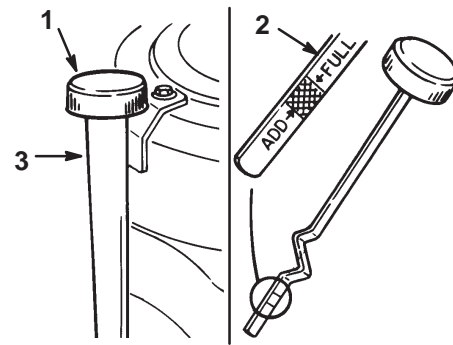

Bild 18
3. Reinigen Sie den Bereich um den Ölpeilstab herum (Bild 18), damit kein Schmutz in den Einfüllstutzen gelangen und so den Motor beschädigen kann.
4. Schrauben Sie den Ölpeilstab los und wischen das Metallende ab (Bild 18).
5. Schrauben Sie den Ölpeilstab vollständig in das Einfüllrohr (Bild 18). Schrauben Sie den Peilstab wieder los und kontrollieren das Metallende. Gießen Sie, wenn der Ölstand zu niedrig ist, nur so viel Öl langsam in das Einfüllrohr, dass der Ölstand die Voll-Marke erreicht. Ziehen Sie den Peilstab an.
7. Gießen Sie ca. 80% der angegebenen Ölmenge langsam in das Einfüllrohr (Bild 18). Kontrollieren Sie den Ölstand; siehe Prüfen des Ölstands, Seite 21. Gießen Sie langsam weiteres Öl ein, um den Ölstand bis zur Voll-Marke am Peilstab anzuheben.